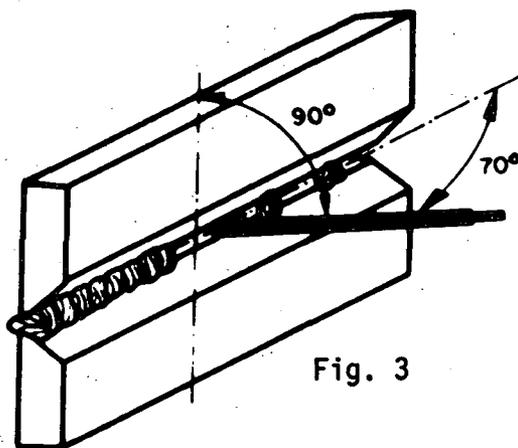

Fig. 3
- a Incline o elétrodo (fig. 3).